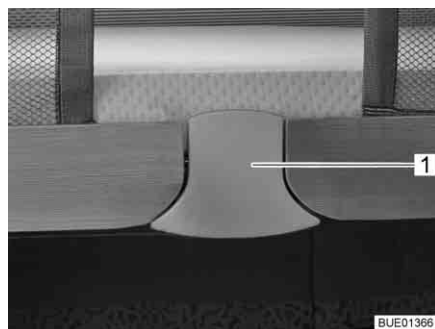

Fig. 115 Déverrouillage
- Retirer le verrouillage inférieur (Fig. 115,1). Le dispositif de verrouillage est alors débloqué.